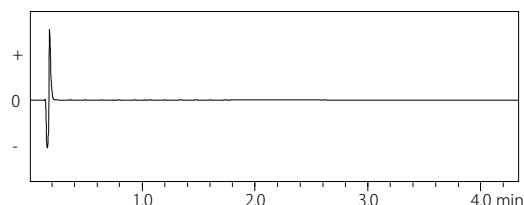

図5 バックグラウンド補正後のマイナスピーク例
2. 抽出溶媒/バックグラウンド補正試料のデータを用いて、バックグラウンド補正を行います（図5）。
- \*3 バックグラウンド補正試料と検量線試料で溶媒のピーク位置がずれて、バックグラウンド補正を行うと図5のようにピークがマイナスになる場合は設定します。